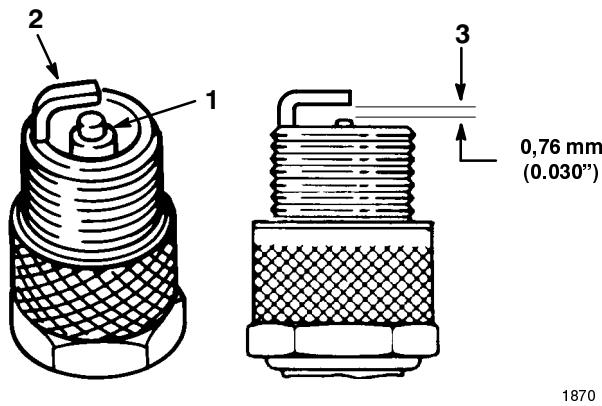

Abbildung 26
1. Auf die Mitte der Zündkerzen sehen (Abb. 26). Wenn der Kerzenstein hellbraun oder grau ist, ist der Motor richtig eingestellt. Eine schwarze Schicht am Kerzenstein weist gewöhnlich auf einen verschmutzten Luftfilter hin.
- Den Abstand zwischen mittlerer und seitlicher Elektrode kontrollieren (Abb. 26). Die seitliche Elektrode (Abb. 26) biegen, wenn der Abstand nicht korrekt ist.